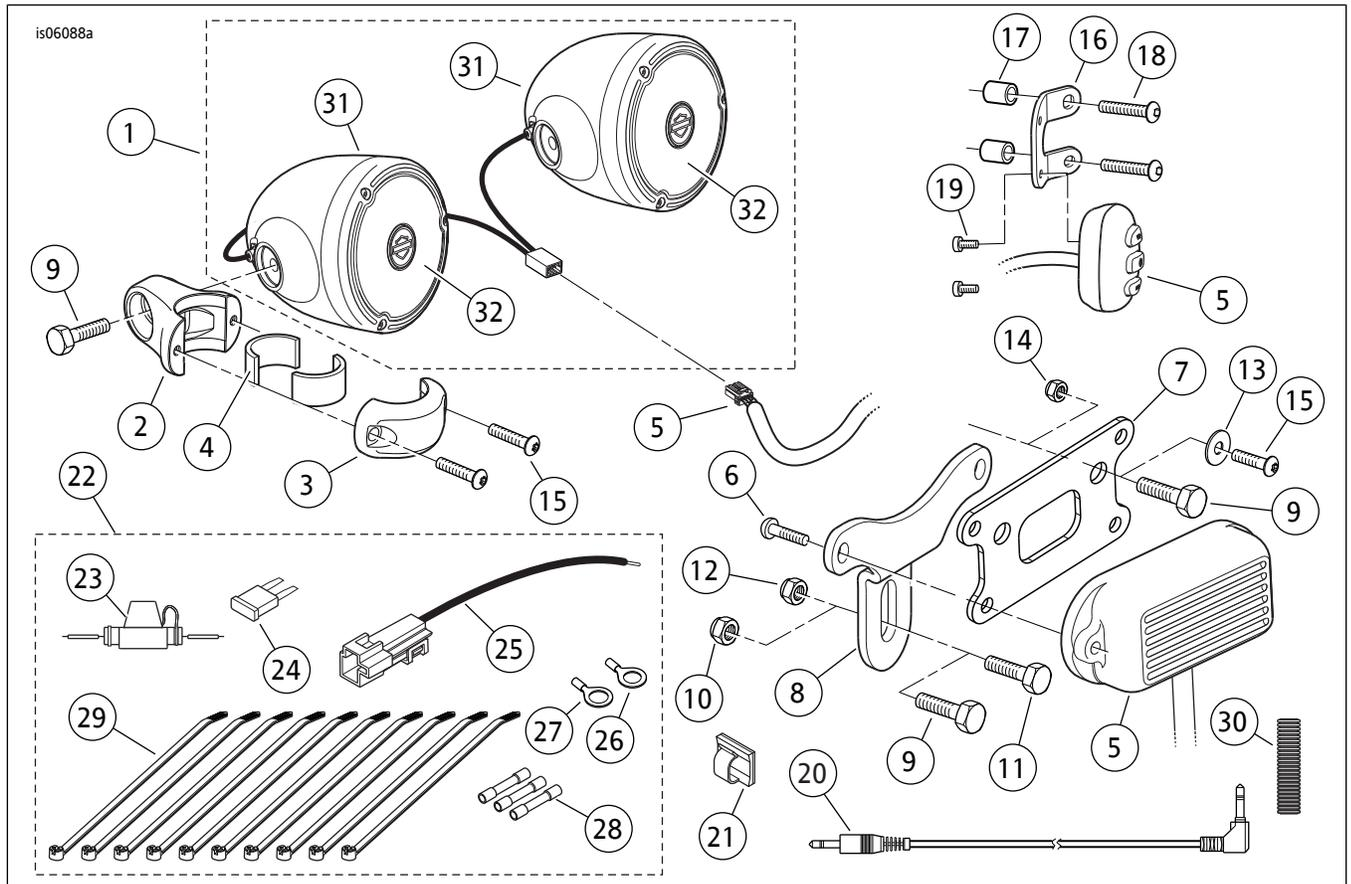

图7。维修零件：把手安装式扬声器和放大器套件
- 参见图7。从此套件取出电气五金件组（22）。
- 参见图7。从电气五金件组中取出一个环形接线端。
- 参见图7。可使用线缆扎带将来自手控制件的3.5毫米连接器固定至把手，或使用套件中的背胶夹( 21 )将其固定至上部三角轧头或罩上。如果使用夹：